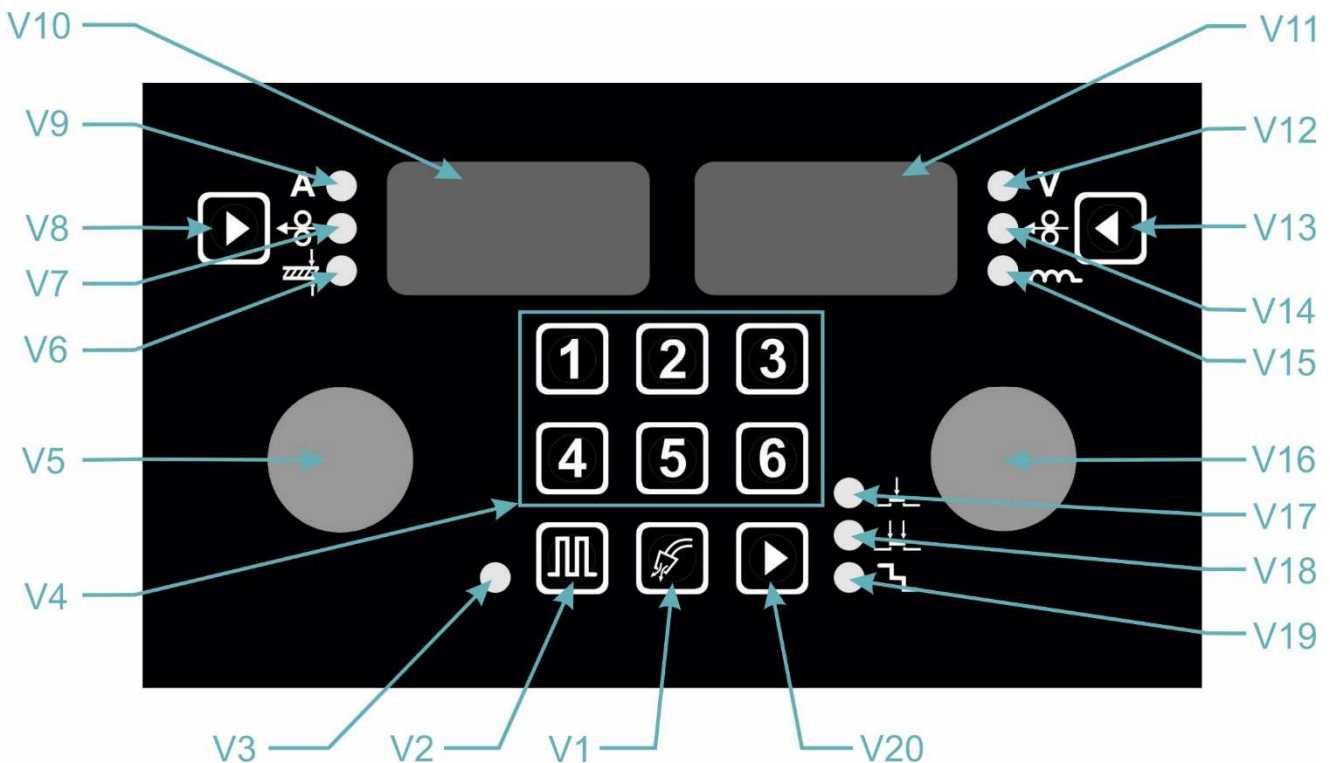

Abbildung 8 - Steuertafel
2. Taste **V1** (Abb. 8) auf der Haupttafel zur Einschaltung des Gasventils drücken. Wenn das Drücken der Taste kürzer als 3 s ist, kommt es nach dem Loslassen der Taste zur Abschaltung des Gasventils. Durch langes Drücken (mehr als 3 s) erfolgt das Ausschalten des Gasventils nach ca. 20 s oder nach dem Drücken der beliebigen Taste.